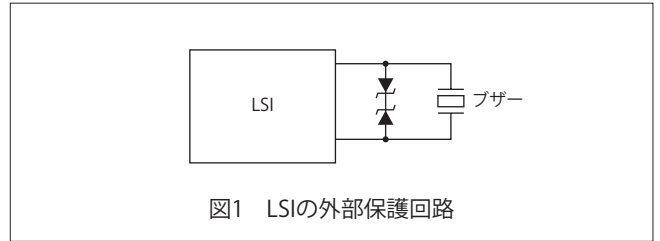

図1 LSIの外部保護回路
6. 落下したり、衝撃を加えたり、また温度変化を加えたりしないでください。電荷（サージ電圧）が発生しLSI等を破壊する可能性があります。これに対する保護例として図1のようにツェナーダイオードを使用する方法があります。